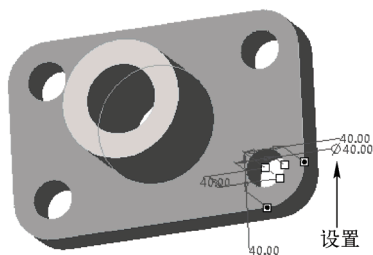

图 7-26 设置参数
STEP 05 在绘图区中合适的表面上单击鼠标左键, 放置孔, 拖动控点至合适的平面并设置偏移值, 如图 7-26 所示。